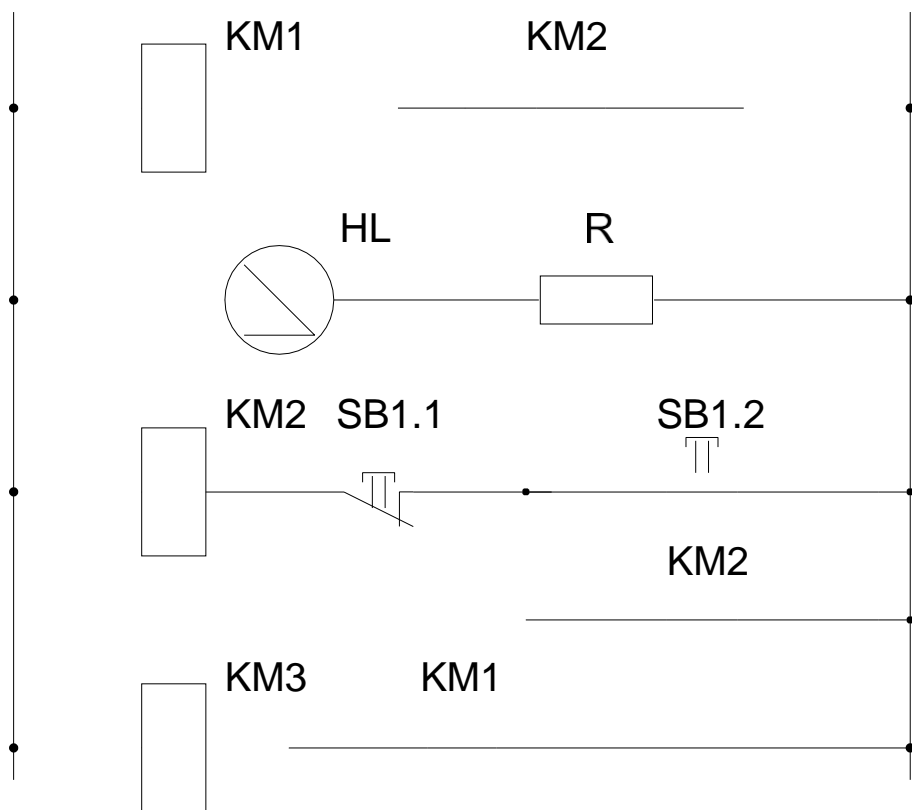

Рис.2. Принципова електрична схема системи
4. З метою підвищення надійності системи автоматичного керування застосувати метод навантаженого резервування, При цьому визначити кількість паралельно з'єднаних елементів, які б забезпечили необхідну ймовірність безвідмовної роботи. Умови розрахунку приведено в таблиці 4, а принципова електрична схема системи наведена на рис.2.